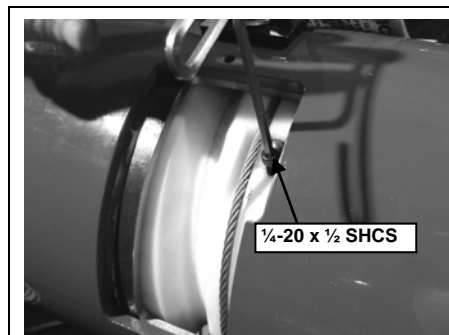

Abbildung 4-8
- Phase 8. Entfernen Sie von der Spule des Balancers die Schraube 1/4-20 x 1/2 SHCS, die sich oberhalb des Kugelzapfens befindet (siehe Abb. 4-8).